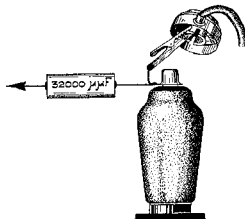

Fig. 5
5. Gemoduleerd signaal van 452 K.c. via 32.000 $\mu\mu\text{F}$ aan het eerste rooster van L2 toevoeren (fig. 5).
7. Gemoduleerd signaal van 452 kHz, via 32.000 $\mu\mu\text{F}$ aan het vierde rooster van L1 toevoeren (fig. 5).